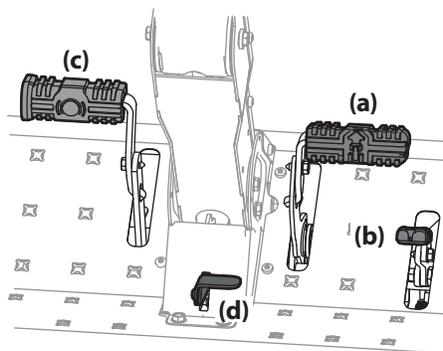

Figure 3-2
2. Pour vous déplacer en marche avant, appuyez doucement sur la pédale de marche avant (a) jusqu'à ce que vous atteigniez la vitesse désirée. Voir Figure 3-2.
6. Pour vous déplacer en marche arrière, regardez d'abord derrière vous, puis appuyez doucement sur la pédale de marche arrière avec l'avant du pied (et NON avec le talon) jusqu'à ce que vous atteigniez la vitesse désirée. Voir Figure 3-2.